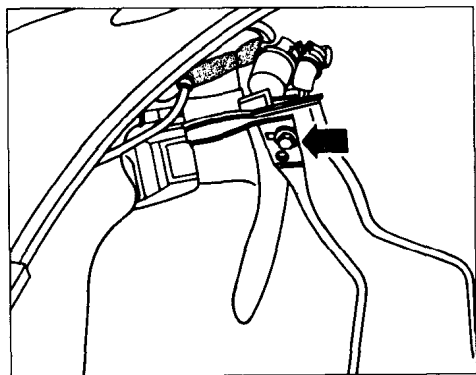

图 1-7 拧下衬板下面的加油管螺栓
11) 拧下图 1-7 箭头所指车轮罩衬板下面的加油管螺栓。